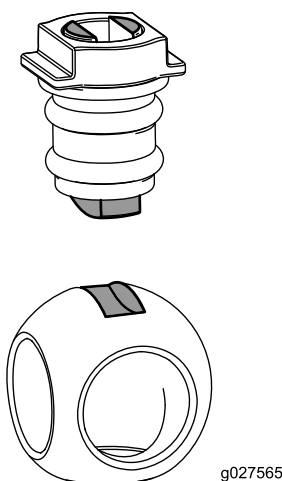

Figure 74
6. Insérez la bille dans le corps de la vanne (Figure 74).
Remarque: La tige de la vanne doit entrer dans la fente d'entraînement de la bille. Si la tige de la valve ne rentre pas, ajustez la position de la bille (Figure 74).